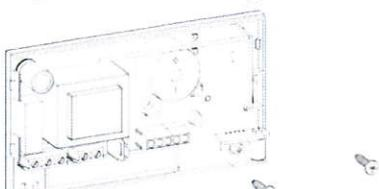

Fig. 3
2. Fixați baza detectorului de gaze pe o cutie de joncție cu 2 module prin intermediul celor două locasuri pentru suruburi cu interax de 60 mm având grijă să faceți să treacă cablurile în fantă așa cum se arată în Fig. 3.